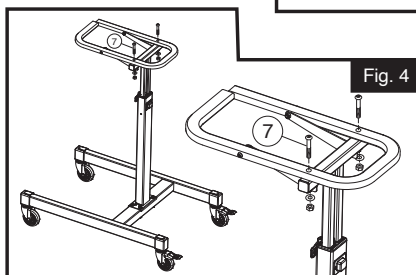

Fig. 4
6. Installez le cadre du plateau à outils sur l'ensemble du cadre de support comme indiqué. Fixez-le à l'aide de deux vis M6 (7), de rondelles M6 et d'écrous de blocage M6. (Fig. 4)